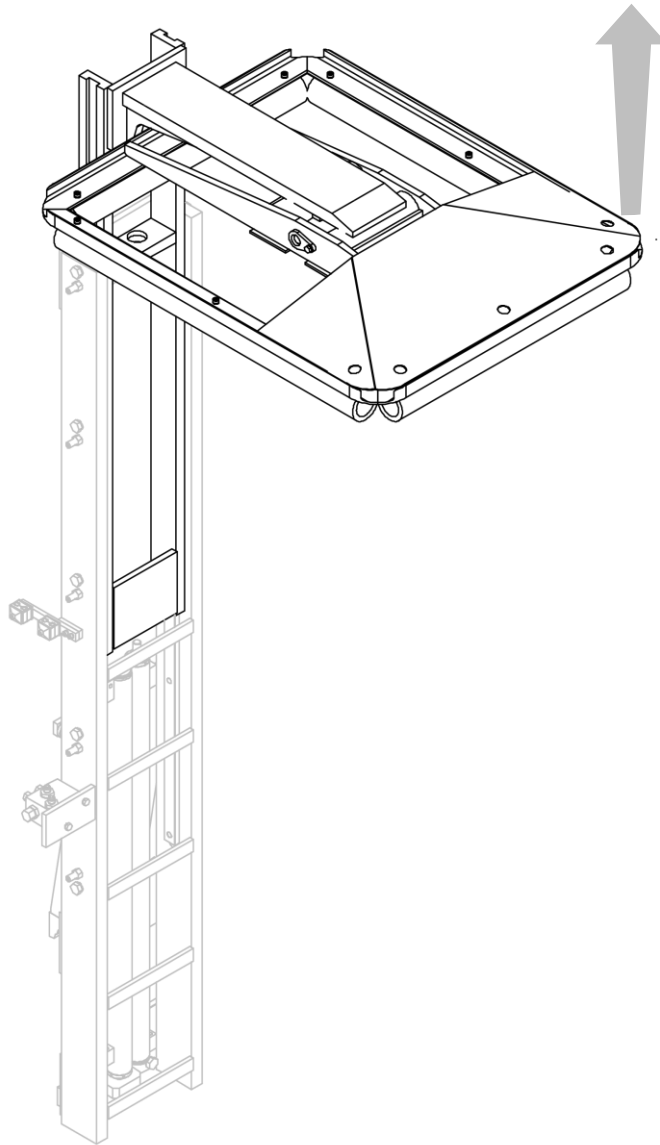

Figura 7
3. Retirar la estructura móvil (Figura 7).